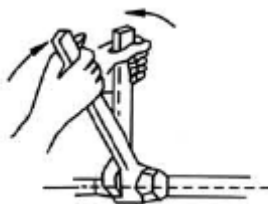

Рис. 15
2. Усилие при затягивании гаек должно составлять 6180-7540 N/см (630-770 кг.фт/см). См. рис. 15.